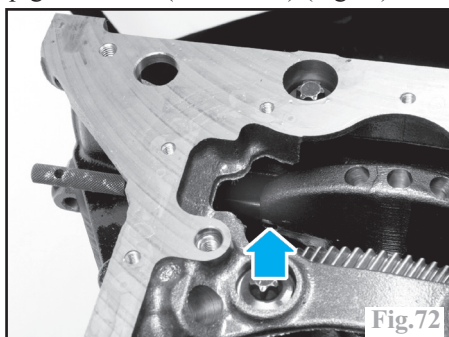
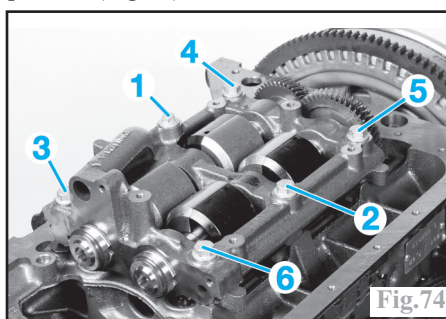

Fig.72
Fig.74
Mettre le moteur au **PMH** à l'aide d'une pignone de **PMH** (Mot. 1536) (Fig.72).
Vérifier que le vilebrequin soit calé au **PMH** (Fig.72), puis reposer l'ensemble des arbres d'équilibrage en serrant les anciennes vis dans l'ordre et au couple prescrit (Fig.74).
- Poser les cales sélectionnées et l'ensemble des arbres d'équilibrage en serrant les vis neuves dans l'ordre et au couple prescrit (Fig.74)